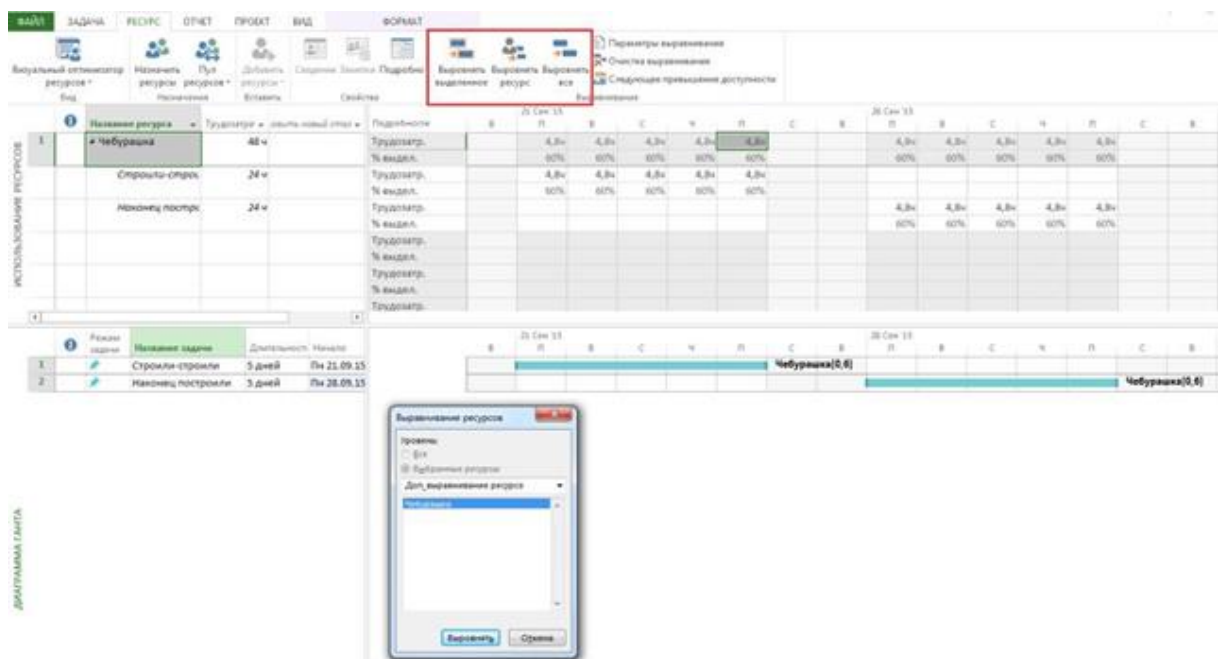

Рисунок 87 – Пример расчета проекта с выравниванием ресурсов
Если же мы проведем выравнивание по нашему ресурсу, то работы, на которых занят ресурс Чебурашка, сдвинется во времени, и теперь будут выполняться последовательно. Загрузка ресурса в любой момент времени не превышает 60%, Рисунок 87.
2. Если необходимо выровнять конкретные ресурсы в проекте, то нужно нажать на пиктограмму «Выровнять ресурс», Рисунок 87, выбрать ресурс и нажать «ОК». В данном случае, произойдет выравнивание по конкретным выделенным перегруженным ресурсам.